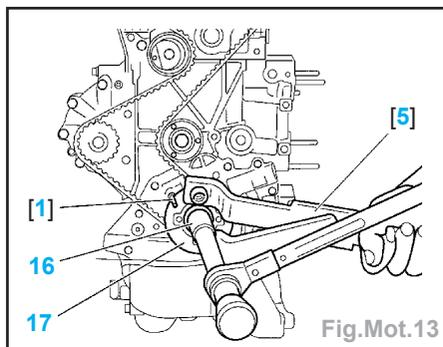

Fig.Mot.13
- Si l'index tendeur n'est pas à sa position de réglage (E), recommencer les opérations de tension de pose de la courroie de distribution.
Nota : en cas d'impossibilité, repositionner le flasque (17) (Fig.Mot.13) :